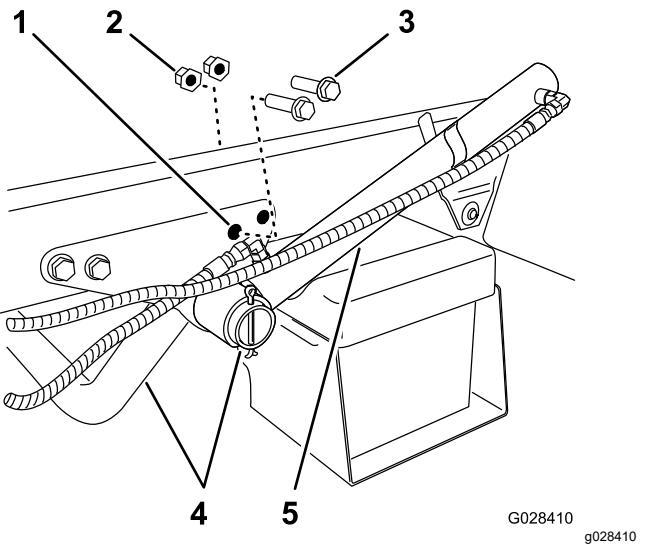

Bild 6
mit denen die Stützhalterung für das Motorrohr am Rahmen der Maschine befestigt ist (Bild 6).
2. Drehen Sie den Hubzylinder, um einen Abstand für das Montieren der Befestigungshalterung am Behältergestell zu schaffen (Bild 6).